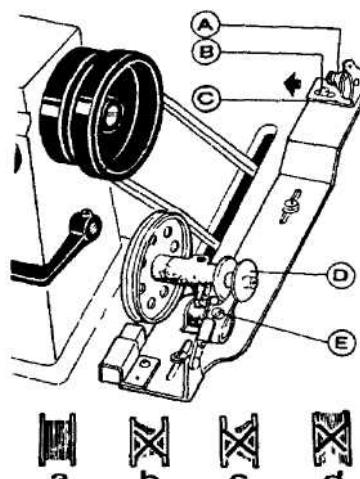

Рис.16.
Если с одной стороны шпульки намотано больше нити, как показано на рис. 16 (б), переместите натяжной держатель вправо, если с одной стороны шпульки намотано больше нити, как показано на рис. 16 (с), переместите натяжной держатель влево, пока нить не начнет наматываться равномерно, как показано на рис. 16 (а), затем затяните винт (B).